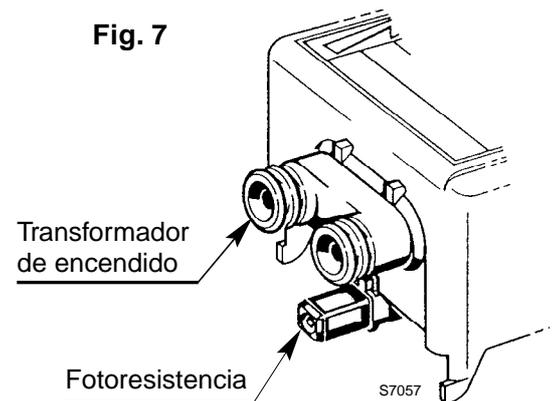

Fig. 7
#### ACCESO A LA FOTORESISTENCIA (ver fig. 7)
- Limpiar la fotoresistencia, (fig. 7, pág. 4).